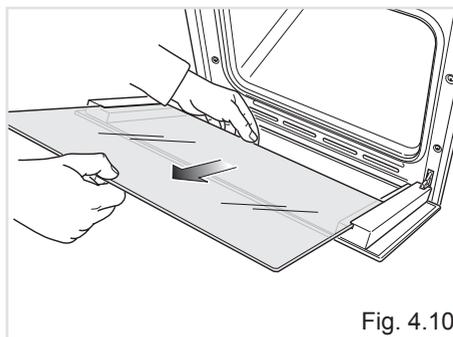

Fig. 4.10
- Sfilare delicatamente il vetro interno (fig. 4.10).